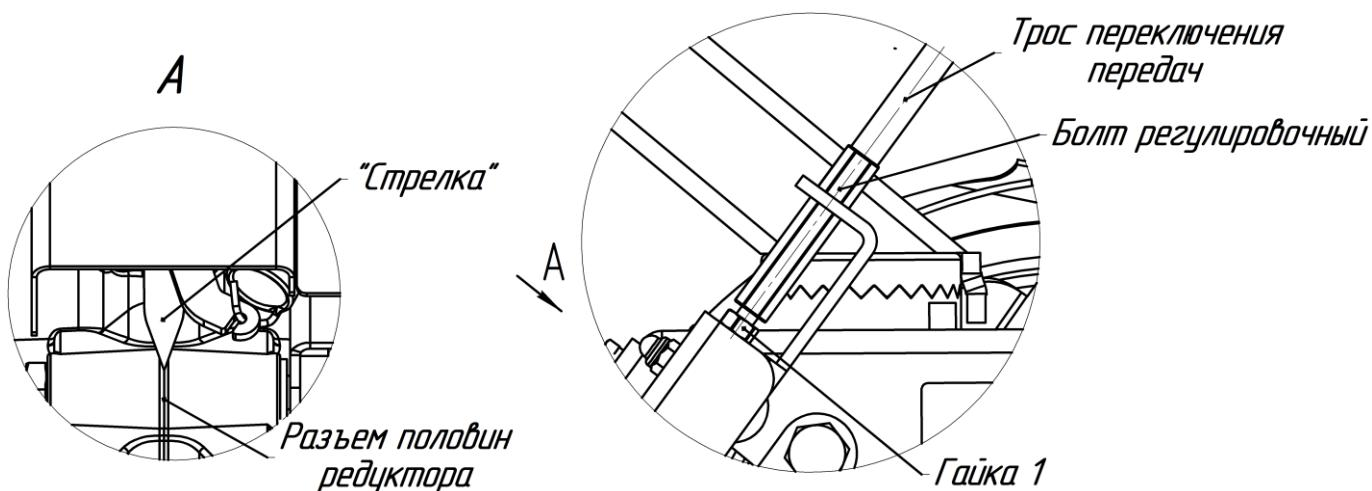

Рис.17 Регулировка переключения передач
- Проверить расположение "стрелки" на редукторе, она должна указывать на разъем половин редуктора (рис.17).
- Если "стрелка" смешена относительно разъема половин редуктора, то необходимо расконтрить Болт регулировочный отвернув Гайку 1 (рис.17).